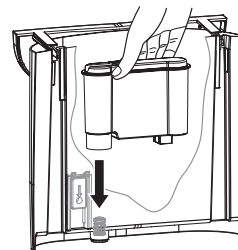

Abb. 13: Wasserfilter einsetzen
5. Setzen Sie einen neuen Wasserfilter ein (Abb. 13).